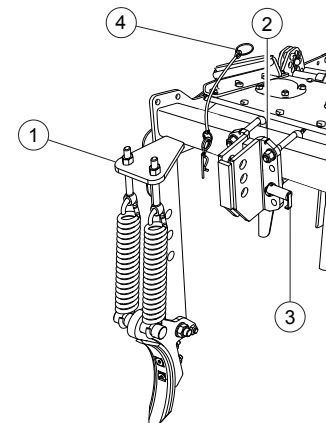

FIG. 17 Zinke "NO-STOP"
- Die Zinke (1, Fig. 17) in den zentralen Träger (2) einsetzen.
- Die Position mit dem Bolzen (3) blockieren.
- Den Bolzen (3) mit dem entsprechenden Stift (4) absichern.